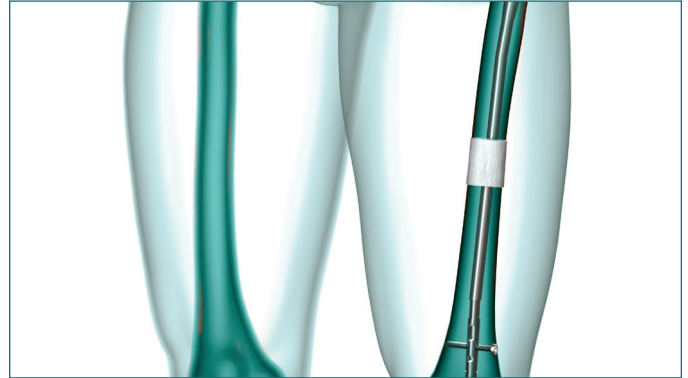

Fig. 5
1. Per l'utilizzo di **b.Bone** di forma cilindrica, il diametro interno deve essere almeno 2 mm più largo del diametro del chiodo da utilizzare, compresa la curvatura del chiodo (Fig.5).